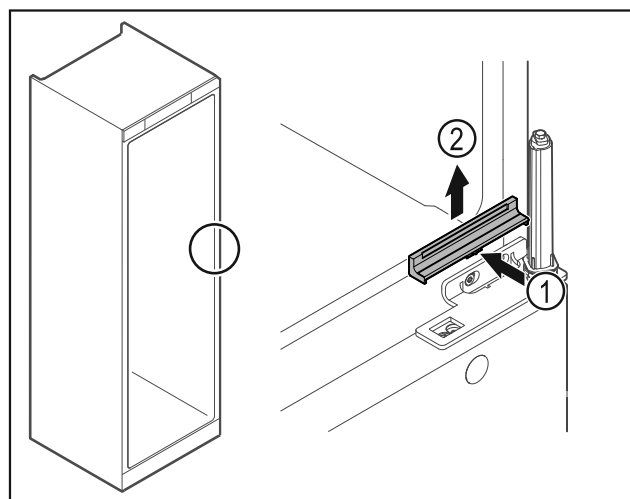

Fig. 21
- Appuyer légèrement sur le centre du cache Fig. 21 (1) et le retirer par le haut Fig. 21 (2).